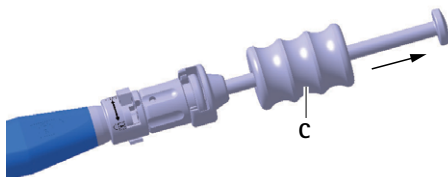

Abb. 6 Probeimplantat/Implantat mit Schlaghammer ausschlagen
- Probeimplantat D mit Schlaghammer C vorsichtig aus Bandscheibenfach Herausschlagen, siehe Abb. 6.
- ▶ Implantat **a** mit Schlaghammer **C** vorsichtig aus Bandscheibenfach heraus schlagen, siehe Abb. 6.